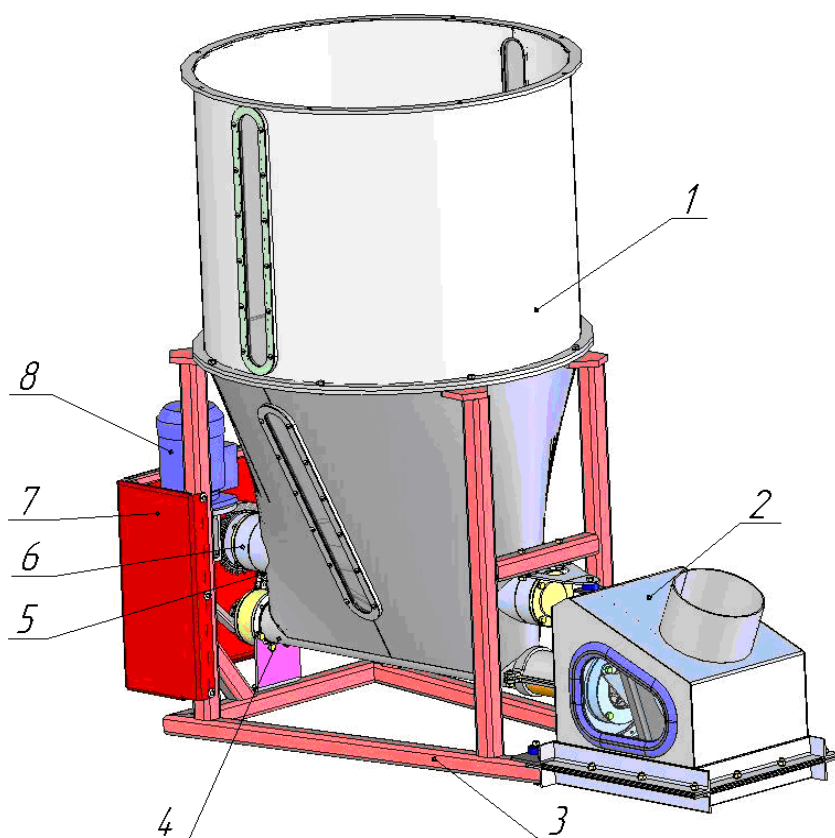
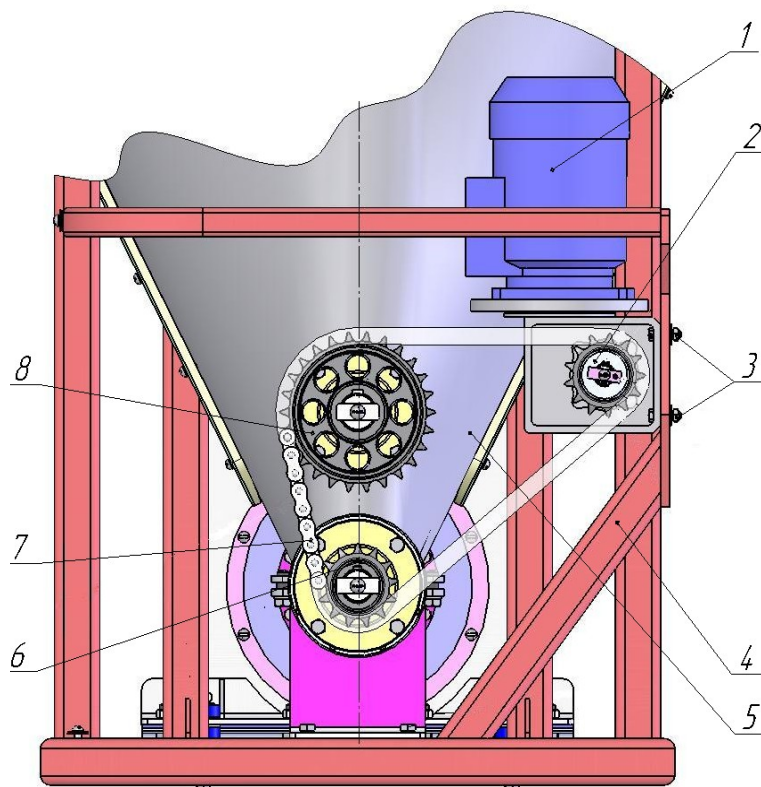

Рисунок 2 . Блок микродозирования "МКШ-80"
Рисунок 3 . Привод шнека и ворошителя.
Основной продукт из бункера для основного продукта 3 подаётся в измеритель потока. Подача продукта в измеритель потока 2 происходит либо самотёком сверху, либо с помощью какого-либо дозирующего устройства, например шнека 5, где воздействует на лопатку тензодатчика 2 (рисунок 4), после чего перемешиваясь с добавкой подаётся для дальнейшей переработки согласно действующему технологическому процессу отводящим шнеком 8. В зависимости от действительной подачи продукта изменяется давление на лопатку тензодатчика, сигнал с которого поступает в прибор весоизмерительный 10 (рисунок 3). Добавка из бункера 1 (рисунок 2) шнеком 4 также подаётся в полость измерителя потока 2. Подача добавки производится по команде прибора весоизмерительного в соответствии с предустановками и действительной подачей продукта.
Число оборотов электродвигателя мотор-редуктора 1 (рисунок 3) регулируется частотным преобразователем, управляемым прибором весоизмерительным 10 (рисунок 1). Для предотвращения слёживания и зависания продукта в бункере предусмотрен ворошитель 3 (рисунок 5). Передача вращения от мотор-редуктора к ворошителю и шнеку осуществляется цепной передачей 7 (рисунок 3).
Между корпусом измерителя потока (рис. 3) и подающим устройством, а также между переходником и приёмным устройством не должно быть лишних жёстких механической связей, влияющих на точность измерения потока при перемещении продукта. Продукт и добавка поступают из корпуса измерителя потока самотёком.
- *ослабить гайки 3 крепления мотор-редуктора (рисунок 3);*